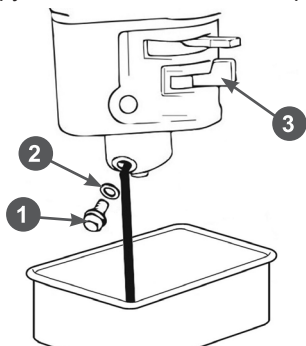

Рис.28 Обслуживание фильтра-отстойника
1. Установите рычаг топливного крана 3 (Рис. 28) в положение «ЗАКРЫТО».
- Открутите болт 1 сливного отверстия и слейте топливо из поплавковой камеры карбюратора (Рис. 28).